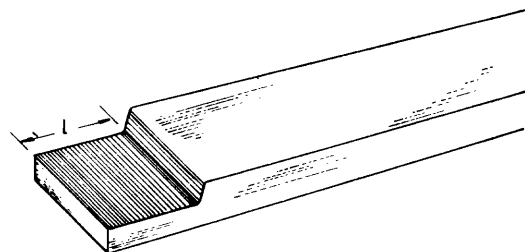

Fig. 9
- g Verifique la medida "L" (fig. 9).